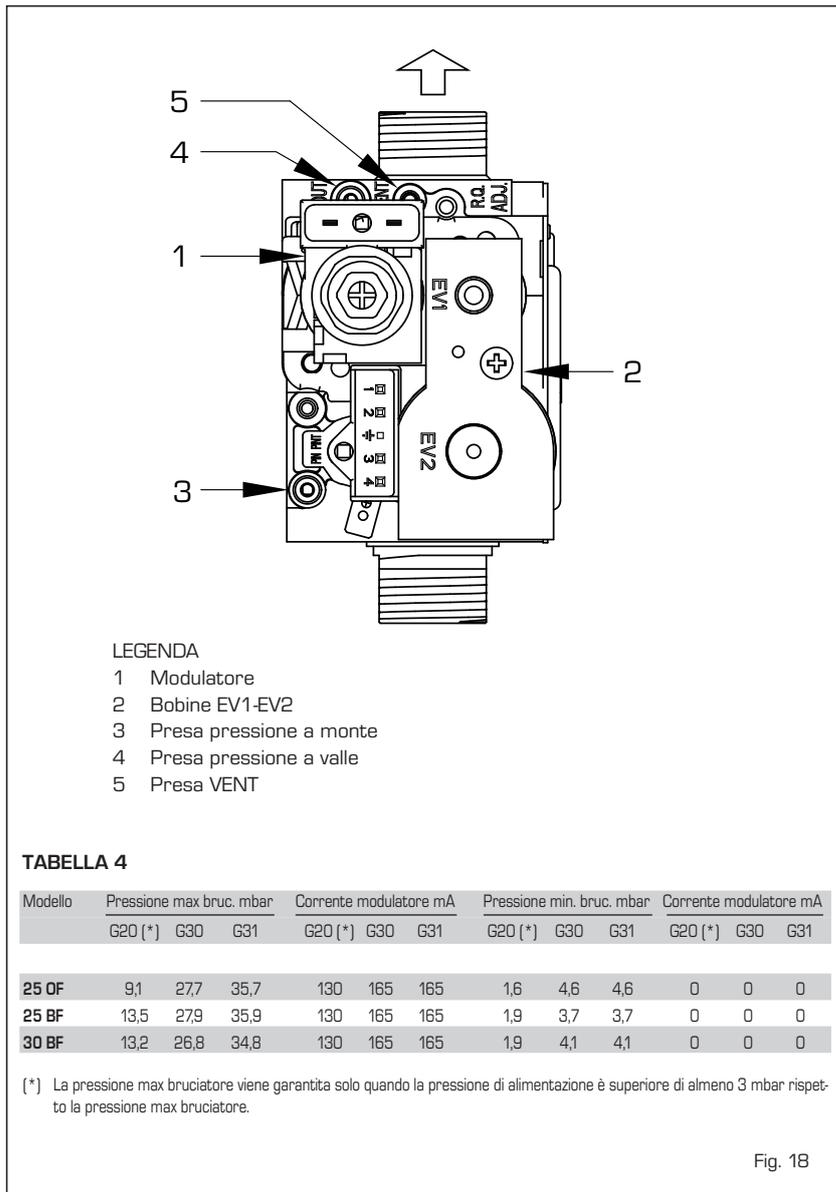

Fig. 18
La caldaia è fornita con valvole gas SIT 845 SIGMA (fig. 18).
- Nelle versioni "BF" scollegare il tubetto della presa VENT della valvola (5 fig. 18).**
- Togliere il cappuccio (1) del modulatore.
- Regolare la pressione massima agendo sul dado (3) e ricercare il valore della pressione massima indicato in **Tabella 4**.